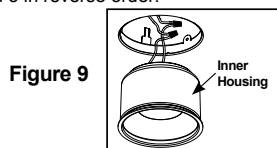

Figure 9
Step 2. Pull down inner housing to remove from fixture. Disconnect red and black wires connecting driver to inner housing and set aside (Fig. 9).
Paso 2. Tire de la carcasa interior hacia abajo para retirarla del artefacto. Desconecte los cables rojo y negro que conectan el controlador a la carcasa interior y póngalos a un lado (Fig. 9).